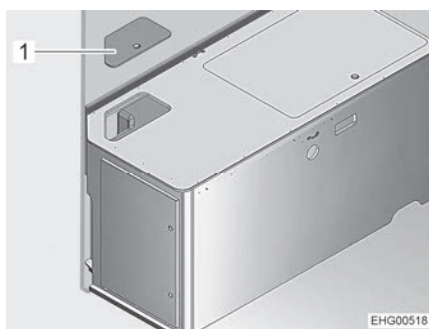

Fig. 162 Coffre de banquette gauche
- Retirer le couvercle de service (Fig. 162,1).